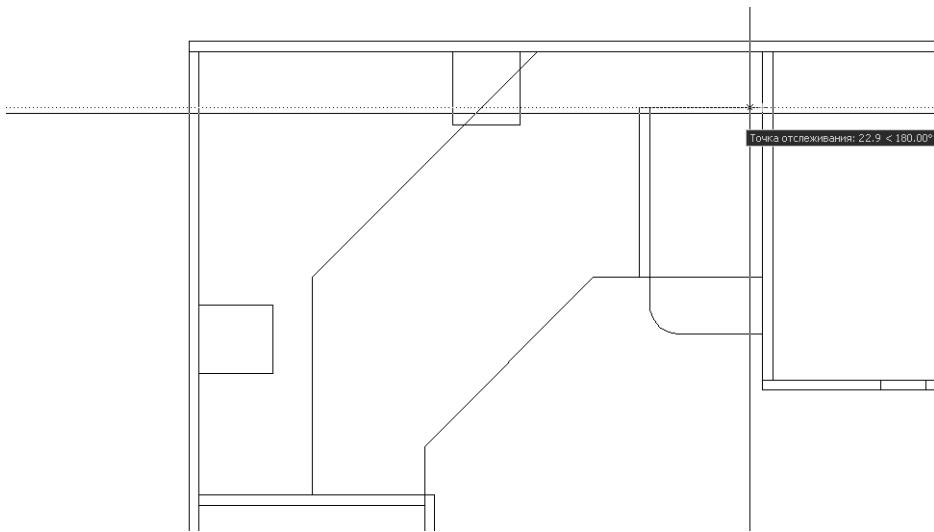

Рис. 5.8 ▼ В режиме **Точка отслеживания** (Temporary track point) AutoCAD отслеживает направление смещения и расстояние от заданной точки отслеживания привязки
3. Переместите указатель влево по горизонтали так, задавая направление смещения. Появится изображение пунктирной линии и всплывающая подсказка (рис. 5.8).